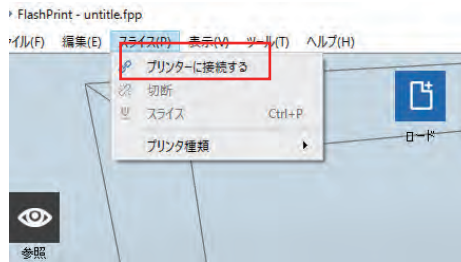

図7-9
① 付属のUSB2.0ケーブルを使用してInventor IIとパソコンを繋ぎます。本体に電源を入れてからプラットフォームの水平出しとフィラメントがセットされていることを確認しましょう。
② (図7-9) のようにメニューから「スライス→プリンターに接続する」をクリックします。